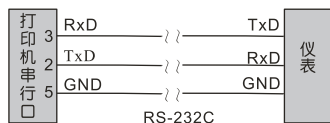

图18
通道组态用于设置各通道的输入类型（见图18）及小数点.测量零点迁移值.测量量程放大倍数（见例1）
- 1、仪表与TPuP/LQ-300K串行打印机连接如图18